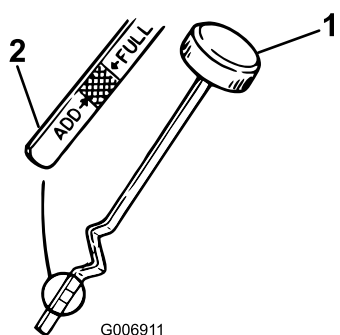

Bild 20
7. Schrauben Sie den Ölpeilstab los und wischen Sie das Metallende ab (Bild 20).